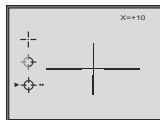

Рис.3
- Возле пиктограммы появятся горизонтальные стрелки, в правом верхнем углу - положение метки по координате X (см. рис.3).